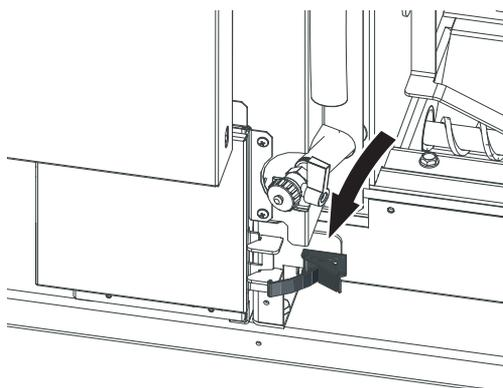

Fig. 32 Aprire la chiusura a staffa di fissaggio
- ▶ Allentare la chiusura a staffa di fissaggio inferiore destra – Fig. 32.